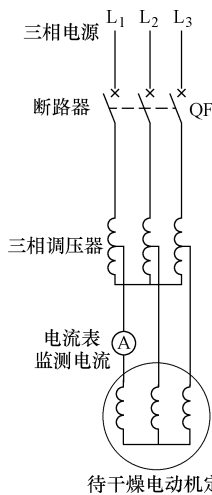

图 2-61 三相电流干燥法
1) 三相电流干燥法 抽出转子或将转子堵转, 在定子绕组中通入 60%~70% 额定电压的低压交流电, 如图 2-61 所示。加热时绕组温度控制在 80~90℃ 之间。